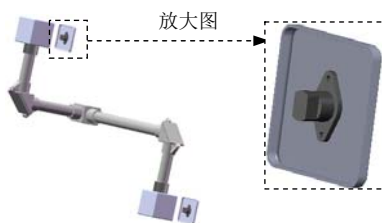

图 11.8.14 添加电气插头
Step3. 添加电气插头。选择 **电气** 功能选项卡中的 **通过拖/放来开始(Q)** 命令, 系统弹出“信息”对话框和“设计库”; 打开设计库中的 **routing\electrical** 文件夹, 选择“socket-6pinmindin.sldprt”插头为拖放对象; 将插头拖放到图形区域中的圆孔位置, 单击系统弹出的对话框中的  按钮; 参照上述步骤, 在另一装配体的圆孔位置添加插头, 结果如图 11.8.14 所示。